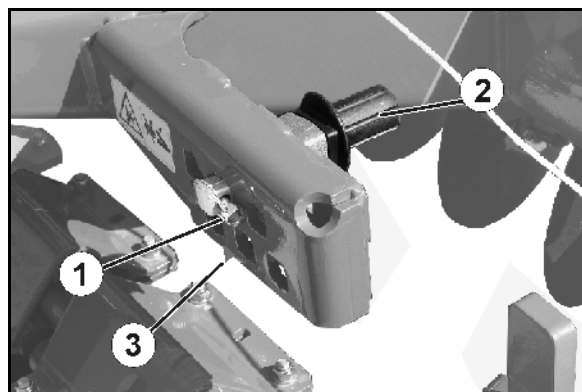

Fig. 20
3. Løsne splinten (Fig. 20/1).
4. Sett eksenterbolten (Fig. 20/2) i ønsket innstillingsposisjon.
- En standard innstillingsposisjon er markert med en pil (Fig. 20/3).